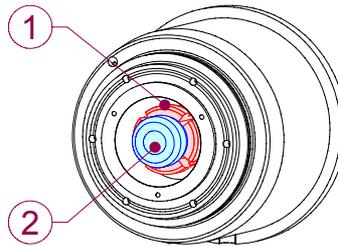

Abbildung 16
- Das Fett in den Raum zwischen den Segmenten des Spannfutters und des Auswerfers Abbildung 16 verteilen. Dazu ein dünnes, sauberes Kunststoffwerkzeug zu Hilfe nehmen;